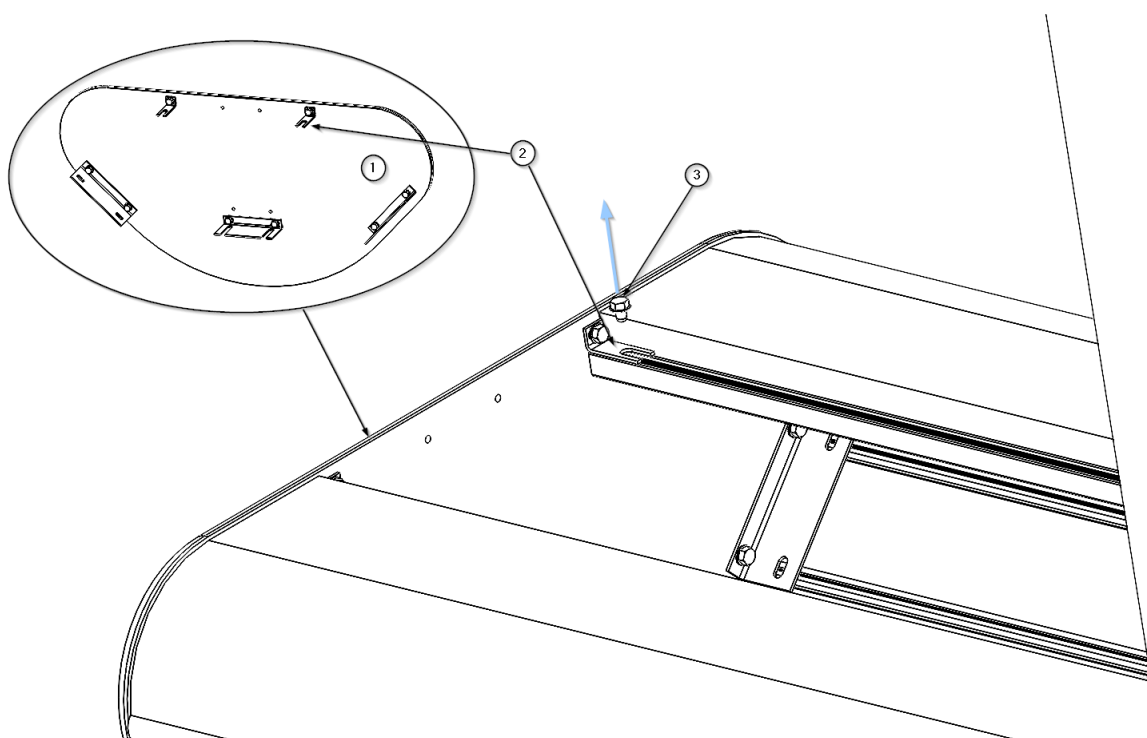

Fig. 3 Démontage/montage des embouts sur le corps principal d'ARES
Il existe deux possibilités d'éclairage indirect dans les têtes de service ARES : un module d'éclairage centré sur la face supérieure ① ou un module d'éclairage décalé par rapport à la zone centrale ou asymétrique ②, qui serait placé plus près de la zone de service. Voir la figure 3.